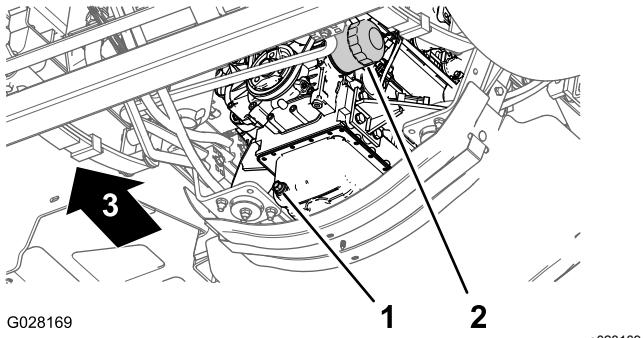

Figura 72
- Coloque un recipiente de drenaje debajo del filtro de aceite del motor (Figura 72).
4. Retire el filtro de aceite usado (Figura 72).
8. Instale el filtro de aceite en el adaptador de filtro, gire el filtro de aceite en sentido horario hasta que la junta de goma entre en contacto con el adaptador del filtro, luego apriete el filtro media vuelta más (Figura 72).
1. Coloque un recipiente debajo del tapón de vaciado (Figura 72).
2. Retire el tapón de vaciado y deje que el aceite se drene completamente (Figura 72).